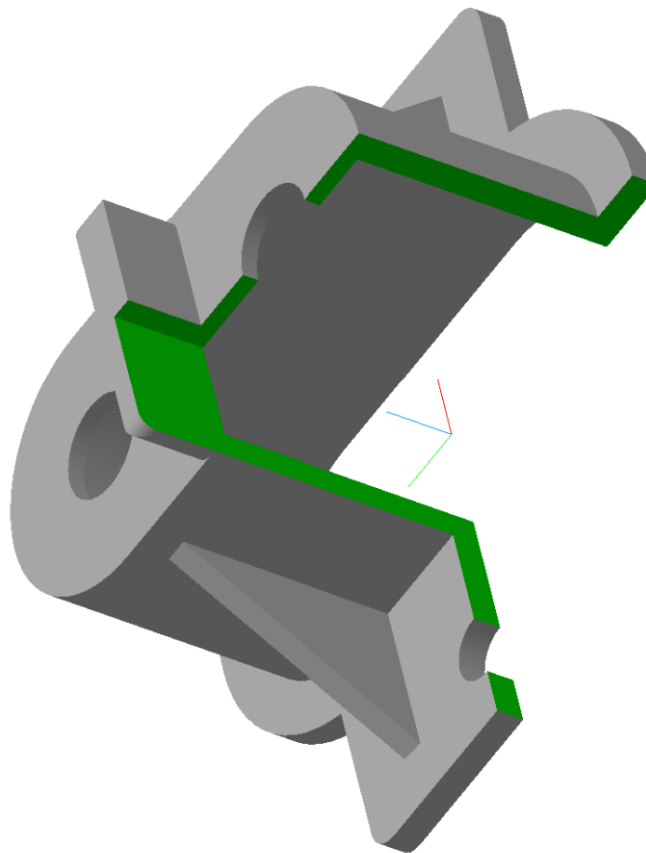

Рис. 46. Вид модели после разреза и удаления ее части
- нажмите кнопку Создать объект . Система выполнит команду (рис. 46).